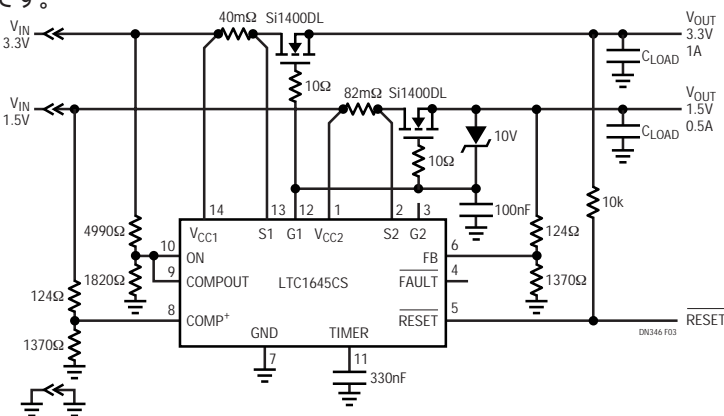

図3. PCI Expressミニカードのホットスワップ回路はミニカードに置かれる
3.3Vと1.5Vの両方の電源の低電圧と過電流の監視機能付きの、LTC1645で実装されたミニカード・ホットスワップ制御回路を図3に示します。どちらのレールに障害が生じても両方のチャンネルが同時にシャットダウンします。ONピンにオープン・ドレイン信号を与えると、オプションのロジック回路でLTC1645を制御することができます。LTC1647と同様、フォールト発生後パルスを使ってONを"L"にするとLTC1645がリセットします。